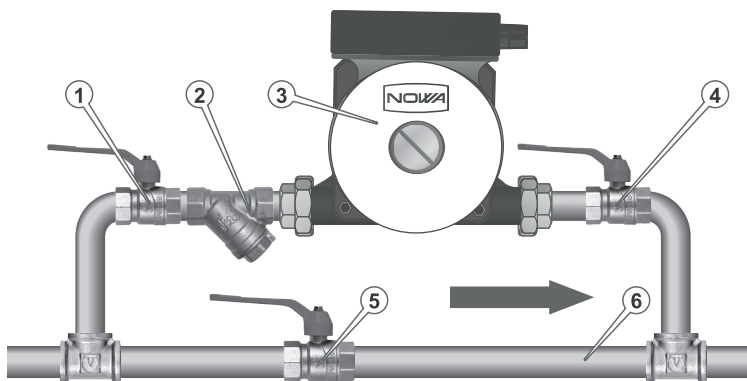

Рисунок 2. Схема встановлення насоса у систему.
5.1.4 Перевірити готовність системи водопостачання для монтажу виробу (3, рис. 2) – трубопроводи мають мати запірні крани (1, 4, 5, рис. 2), байпас (обхідний трубопровід) (6, рис. 2) і фільтр грубого очищення (2, рис. 2) на системі водопостачання.
Для монтажу виробу має бути розроблений проект з урахуванням особливостей конкретного місця використання згідно з рис. 2. Проектом мають бути передбачені заходи компенсації вібрації обладнання та гідравлічного опору залежно від конфігурації вхідної та вихідної магістралей.
2. Змонтувати обхідну гілку водопроводу – байпас (6, рис. 2), що дає змогу в разі виходу з ладу виробу пустити воду в обхід (рис. 2). Байпас має бути оснащений окремим запірним краном (5, рис. 2), який перебуває в закритому стані під час роботи насоса.
У разі аварійної зупинки виробу її вхідний (1, рис. 2) та вихідний (4, рис. 2) запірні крани закриваються, а запірний кран (5, рис. 2) байпаса відкривається, забезпечуючи функціонування системи водопостачання, оминаючи насос.
4. Після зупинки виробу, відкрити вихідний кран (4, рис. 2), акуратно викрутити пробку (1, рис 4) і випустити з насоса повітря, поки не з'явиться тепло-
5. Відкрити запірні крани (1, 4 рис. 2) на вхідному та вихідному трубопроводах виробу.
2. Відкрити запірні крани (1, 4, рис. 2) на вхідному (1, рис. 2) та вихідному (4, рис. 2) трубопроводах.
2. Перекриттям вхідних (1, рис. 2) і вихідних (4, рис. 2) кранів виробу та відкриттям крана байпаса (5, рис. 2).